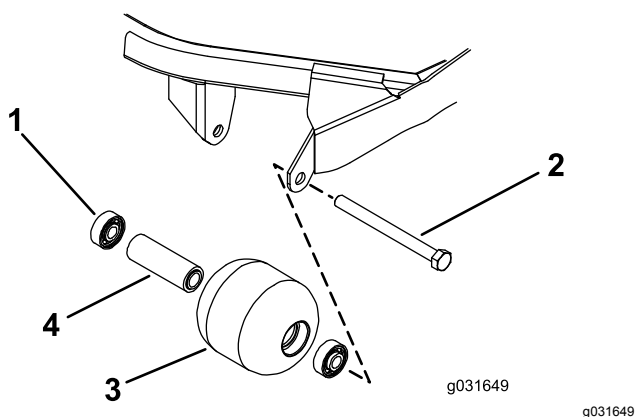

Рисунок 71
1. Снимите болт крепления валика (Рисунок 71).
4. Осмотрите корпус, подшипники и распорную втулку подшипника валика на наличие повреждений (Рисунок 71).
1. Нажимая только на наружное кольцо или с одинаковым усилием на внутреннее и наружное кольцо, запрессуйте первый подшипник в корпус валика (Рисунок 71).
2. Вставьте втулку подшипника (Рисунок 71).
3. Нажимая только на наружное кольцо или с одинаковым усилием на внутреннее и наружное кольцо, запрессуйте второй подшипник в корпус валика до его контакта с распорной втулкой (Рисунок 71).